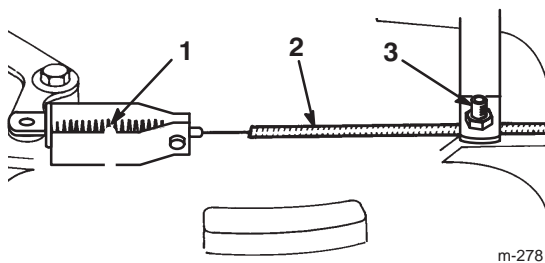

Bild 38
3. Lockern Sie die Klemmschraube, bis sich der Bremszug verschieben lässt (Bild 38).